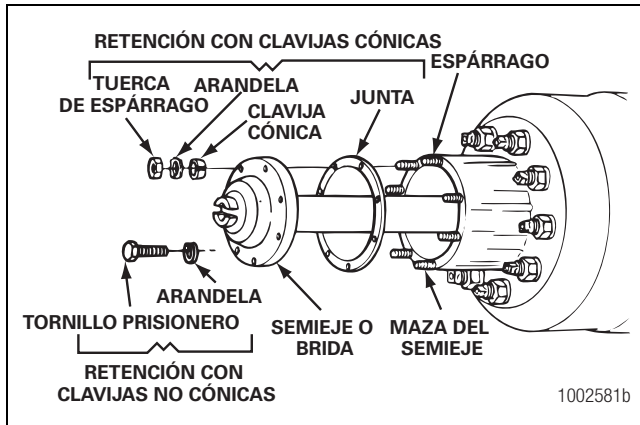

Figura 5.119
3. Instale las juntas y los semiejes dentro de la caja del eje y del portadiferencial. La junta y la brida de los semiejes deben calzar perfectamente contra la maza de la rueda. Figura 5.119.
4. Si las mazas de la rueda tienen espárragos de orificio cónico, instale clavijas cónicas sólidas dentro de cada espárrago y sobre la brida del semieje. Figura 5.119.
5. Si las mazas de ruedas tienen espárragos de orificio recto, instale las tuercas y arandelas en los espárragos. Figura 5.119. Apriete las tuercas al valor de torsión correcto. Consulte la Sección 8.
10. Instale la junta y el semieje dentro de la caja. La junta y la brida del semieje deben calzar perfectamente contra la maza de la rueda. Figura 5.119.